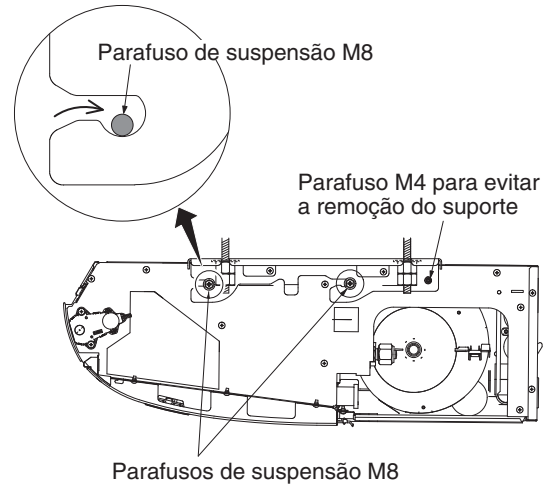

Fig. 3-17
- b) Suspenda a unidade interior no suporte. Aperte os parafusos de suspensão M8 e fixe a unidade interior em posição. (Fig. 3-17)